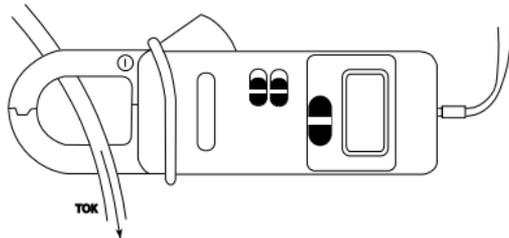

Рис. 6.1 (схематичное изображение)
4. Считайте результат измерения с экрана ЖКИ. Направление протекания тока определяется следующим образом (см. рис. 6.1): если результат измерения положительный, то ток протекает от символа «+» к символу «-», расположенным на одной из губок преобразователя, если результат отрицательный – направление тока обратное, соответственно от «-» к «+».